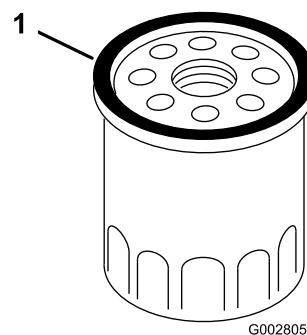

Figura 28
7. Usando el dedo, unte la junta del filtro nuevo con aceite (Figura 28).